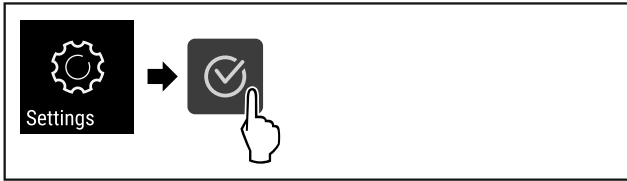

Fig. 62
- ▶ Végezze el a gyakorlati lépéseket (lásd Fig. 62).